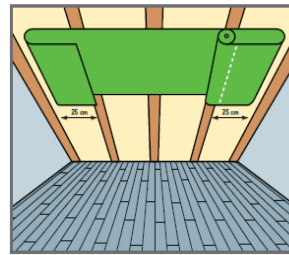

Bild 1
**BILD 1:** Die Dampfbremse auf Maß ausrollen und Mit Übermaß (20 bis 25 cm je anzuschließende Wandseite) ablängen. Bei Wandanschluß mit Streckmetall ist das Übermaß zu verdoppeln.